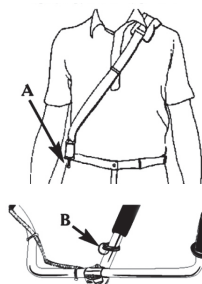

Рис.3
1. Пропустите конец ремня, на котором отсутствует пряжка через центральную прорезь пряжки А (рис.3)
3. Зацепите фиксатор ремня за кольцо В (рис.3) держателя бензокосы, расположенного на штанге.